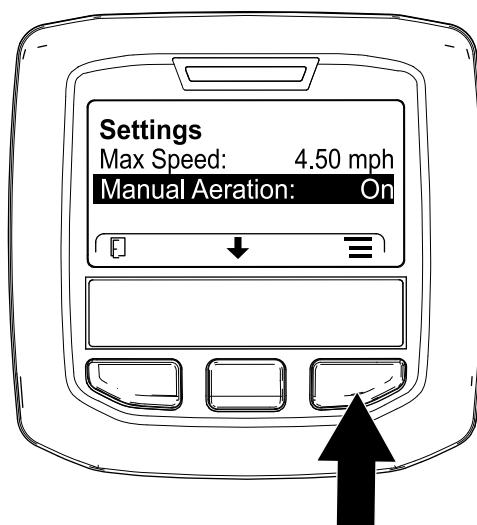

Figura 124
5. Apăsai butonul central InfoCenter până când este selectată opțiunea MANUAL AERATION (Aerare manuală) și apăsai butonul din dreapta (Figura 124) pentru a seta aerarea manuală la ON (Pornire).